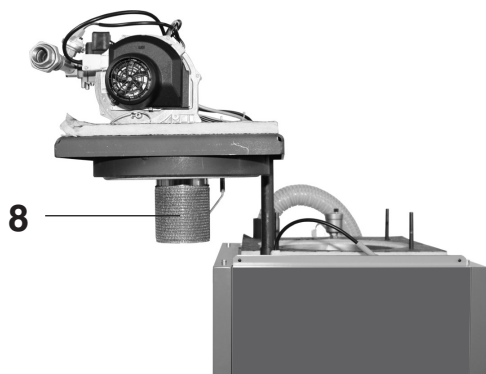

Fig. 30
7. Tirare il bruciatore con il portellone caldaia verso l'alto ruotare lateralmente (8, fig. 30)